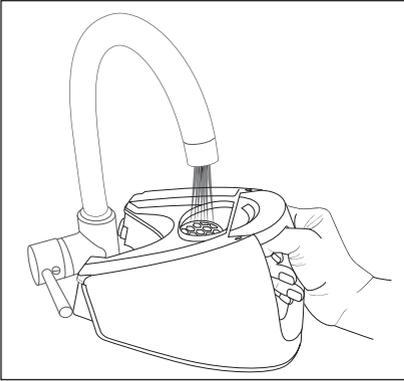

Fig. 2
- 2) Fyld vandbeholderen **7** via påfyldningsåbningen med vand fra vandhanen eller destilleret vand (se fig. 2).